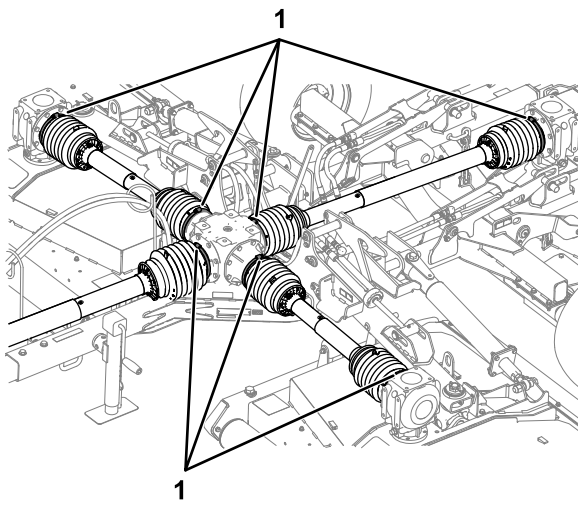

Рисунок 16
7. Убедитесь, что 7 шланговых хомутов надежно крепят кожухи приводных валов к среднему редуктору и редукторам дек (Рисунок 16).